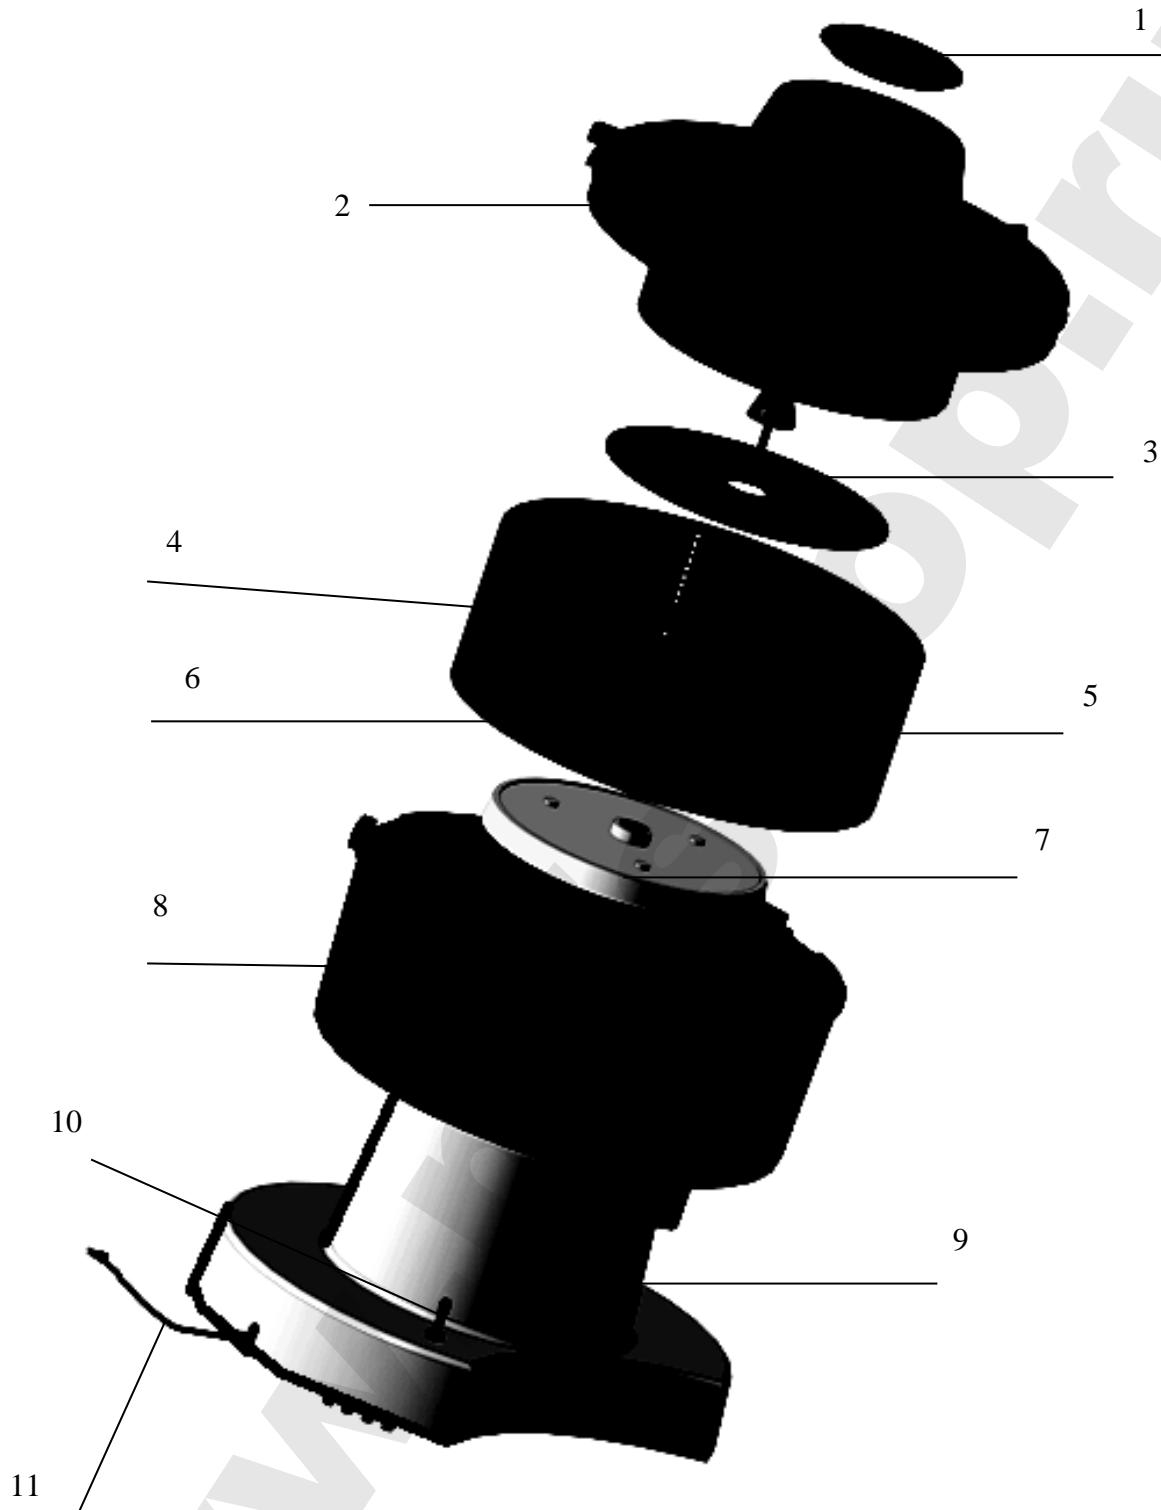

Рисунок 1
3. Перерабатываемый продукт проталкивайте в загрузочное отверстие на крышке поз. 2 (Рис.1). Загрузка овощей и фруктов не требует дополнительных приспособлений.
Соковыжималка состоит из следующих основных узлов и деталей (рис.1):
В корпус поз.8 на вал двигателя установите крыльчатку поз .7 (рис.1). На крыльчатку (поз.7) установите барабан (поз.6) совместив три отверстия на дне барабана с тремя соответствующими выступами крыльчатки поз. 7, отрегулируйте высоту установки ножа при помощи шайб регулировочных (поз.5) и установите нож (поз. 4) оставшиеся шайбы установите поверх ножа. Заводская регулировка - все шайбы поверх ножа, рассчитана на выжим сока из яблок. Зафиксируйте сборку винтом
Соберите электросоковыжималку как указано в разделе «подготовка к работе и порядок работы» и согласно рис. 1
Снятые детали промойте теплой водой, высушите на воздухе, а корпус поз. 8 (рис.1) и привод поз. 9 протрите влажной мягкой тканью.